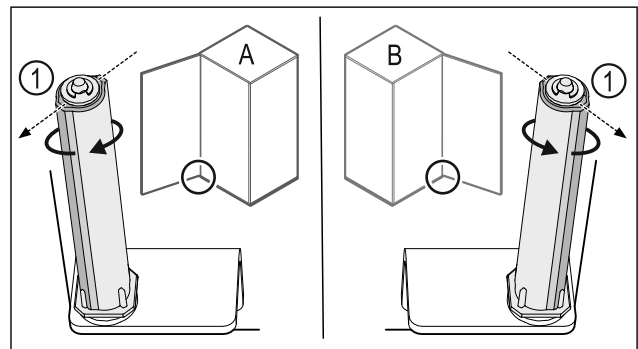

Fig. 38 Atidarymas į kairę (A) / atidarymas į dešinę (B)
- ▶ Sukite uždarymo sistemą, įveikdami pasipriešinimą, kol uždarymo sistemos pertvara Fig. 38 (1) bus nukreipta į išorę.